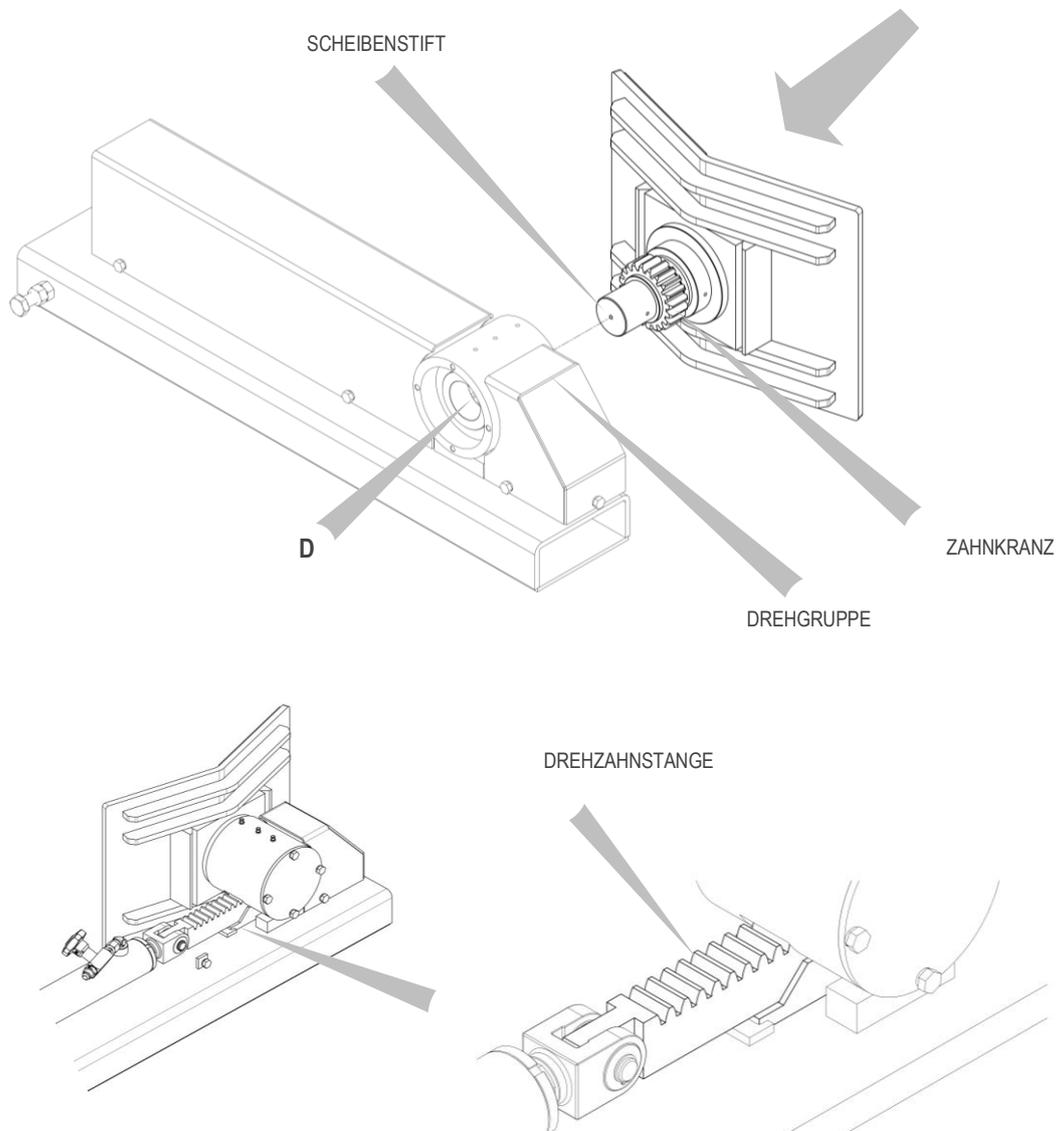

Abbildung 20
4. Den Stift der Scheibe auf der Achse der Greifergruppe positionieren und die Scheibe parallel zur Gabelebene in die Greifergruppe einsetzen, wobei darauf zu achten ist, dass der Zahnkranz in die Zahnstange eingreift. Abbildung 20)